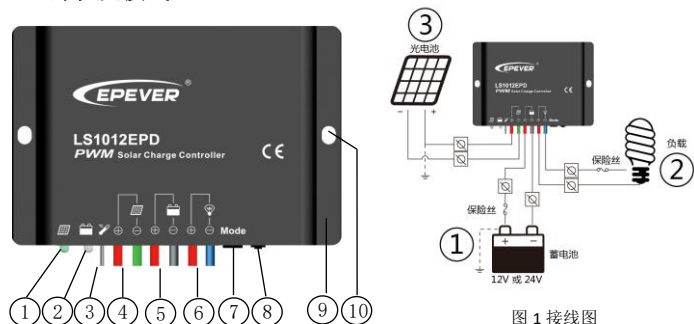

图 1 接线图
- 1) 请根据图 1 标号顺序对太阳能系统部件进行安装, 同时注意各部件的“+”、“-”极引线是否正确。